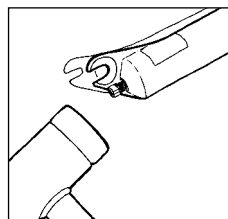

Fig. 5
3. Allentare parzialmente i dadi dell'albero con una chiave esagonale da 6 o 8 mm. Battere i dadi con una mazzuola per liberarli dai cilindri inferiori, e rimuoverli completamente (vedi fig. 5).